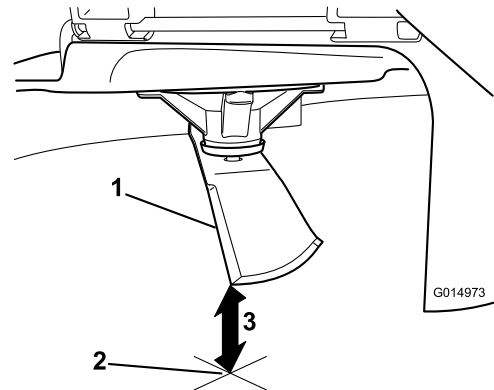

Bild 54
3. Messen Sie von der Messerspitze bis zu ebenen Fläche (Bild 54).